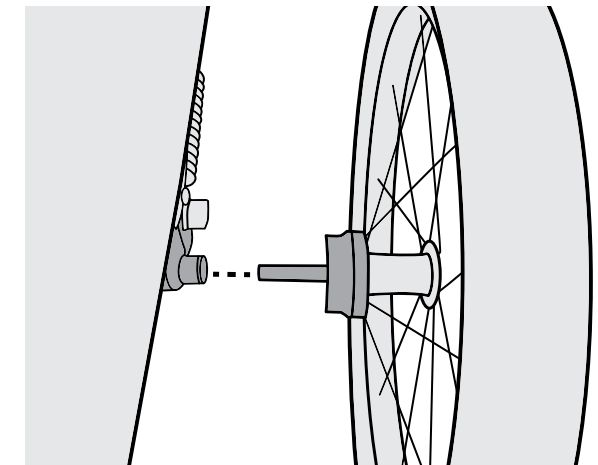

Figura 7
2. Inserte el eje de la rueda en el receptor del eje y luego suelte el botón. Tire fuertemente de la rueda para asegurarse de que el eje esté sujeto completamente (Figura 7).